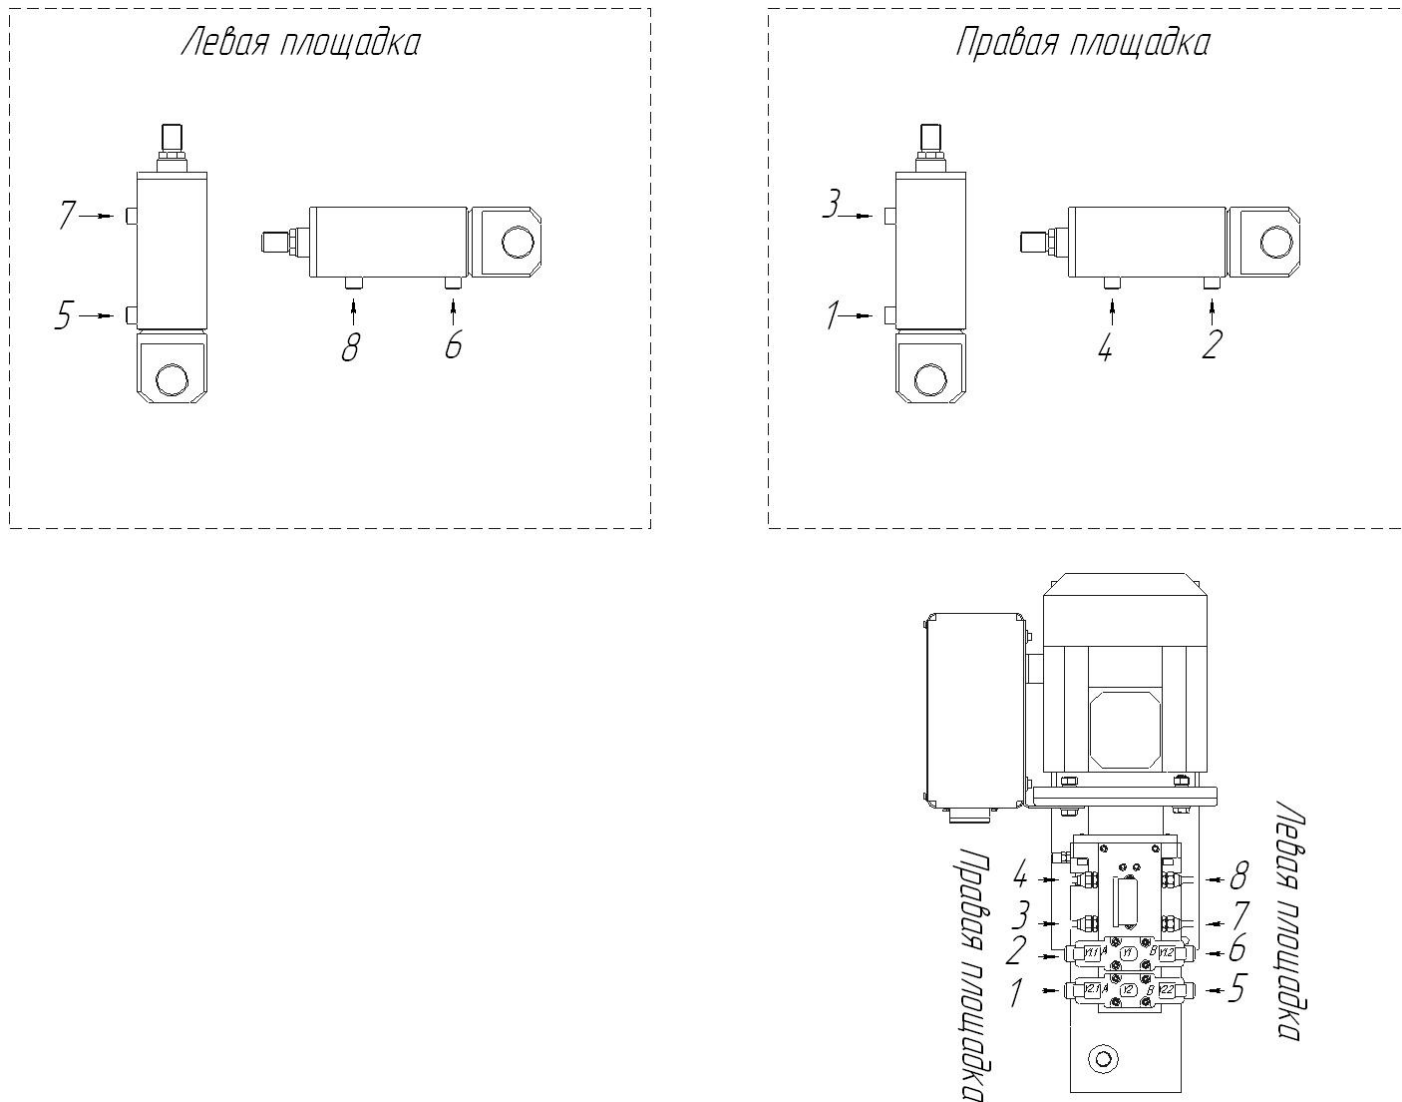

Рисунок 3 Схема подключения РВД
- соединяем рукава высокого давления (РВД) согласно схеме (рис.3) и биркам соответствия;